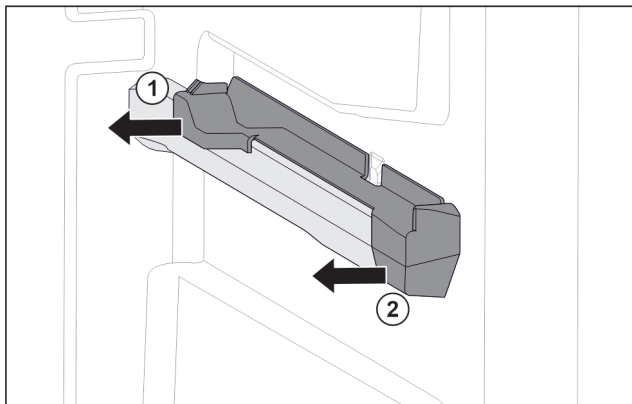

Fig. 107 Вставная часть на правом контейнерном ребре
- ▶ Отодвиньте вставную часть сзади в сторону. Fig. 107 (1)
- ▶ Отодвиньте вставную часть спереди в сторону. Fig. 107 (2)